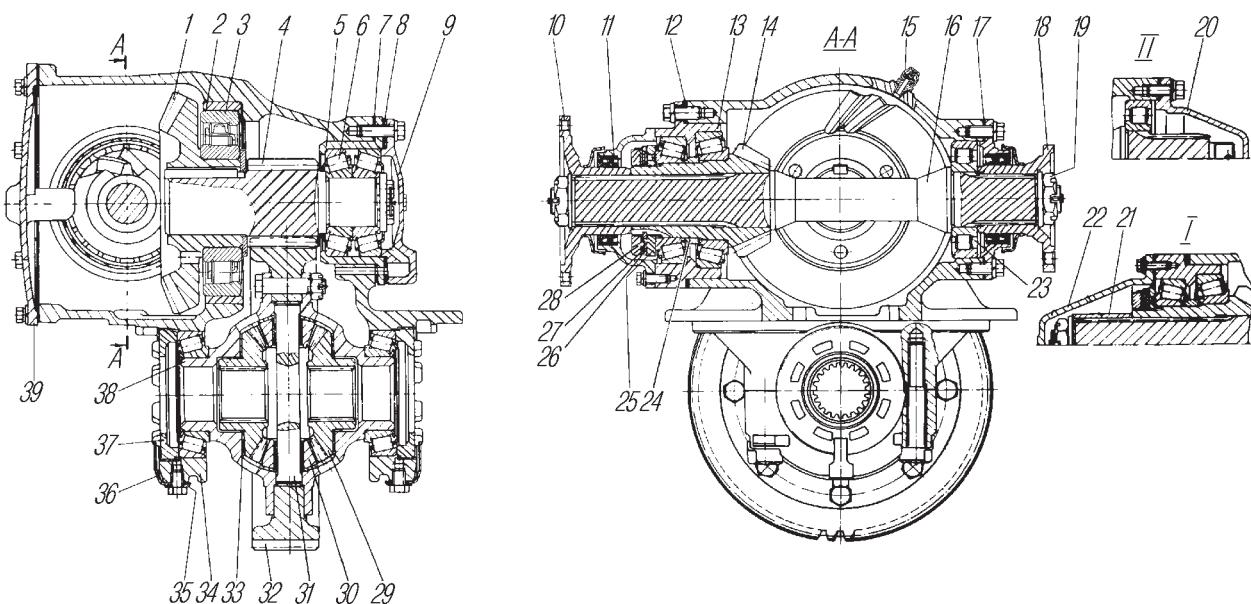
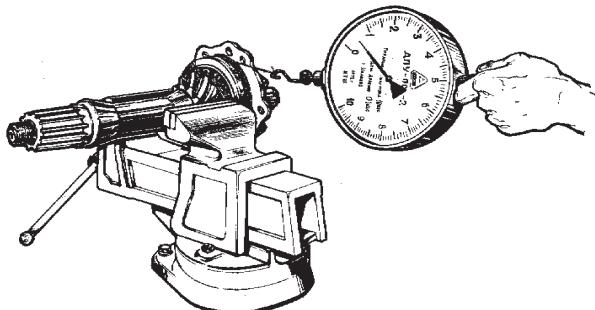

Рис. 39. Главная передача:
Рис. 43. Проверка регулировки подшипников ведущей конической шестерни
**Главная передача** моста двойная, состоит из пары конических шестерен 1 и 14 (рис. 39) со спиральными зубьями и пары цилиндрических шестерен 4 и 32 с косыми зубьями. К ведомой цилиндрической шестерне болтами прикреплен симметричный конический дифференциал с четырьмя сателлитами.
Шестерни и подшипники главной передачи смазываются маслом, заливаемым в картер моста и картер главной передачи до уровня контрольного отверстия. Масло подхватывается шестернями, разбрызгивается и через роликовый подшипник 2 (см.рис. 39) попадает в полость конических шестерен картера главной передачи, откуда стекает в картер моста.
Рассчитайте величину уменьшения толщины регулировочной шайбы 24 (см.рис. 39) (величина зазора плюс 0,03-0,05 мм предварительного натяга). Отверните гайку, снимите подшипник и регулировочную шайбу. Прошлифуйте (или подберите) шайбу до требуемого размера, установите шайбу и соберите подшипниковый узел ведущей конической шестерни. Момент затяжки гаек — 450-500 Н.м (45-50 кгс.м). Законтрите контргайку, отогнув шайбу на одну из граней. Крутящий момент, необходимый для проворота ведущей конической шестерни в подшипниках, должен быть 0,6-1,4 Н.м (0,06-0,14 кгс.м). Усилие на динамометре при размотке шнура с поверхности стакана — 7,5-17,5 Н (0,75-1,75 кгс) (рис.43).
2. Отрегулируйте предварительный натяг подшипников ведущей цилиндрической шестерни. Регулируйте подшипники подбором пакета прокладок 8 (см.рис. 39) под крышкой 9 стакана 5. Крутящий момент, необходимый для проворота промежуточного вала, должен быть 0,9-1,5 Н.м (0,09-0,15 кгс.м).
4. Установите дифференциал и отрегулируйте подшипники дифференциала. Болты крепления крышек подшипников дифференциала затяните моментом 250-320 Н.м (25-32 кгс.м). Подшипники дифференциала регулируйте гайками 37 (см. рис.39). После затяжки гаек расстояние между крышками подшипников дифференциала должно увеличиться на 0,04-0,14 мм. Во время регулировки проворачивайте дифференциал для установки роликов в подшипниках. Венец ведомой цилиндрической шестерни должен быть расположен симметрично относительно венца ведущей шестерни.
При сборке главной передачи внутреннее кольцо и сепаратор роликового подшипника 2 ведомой конической шестерни установите как показано на рис. 39.